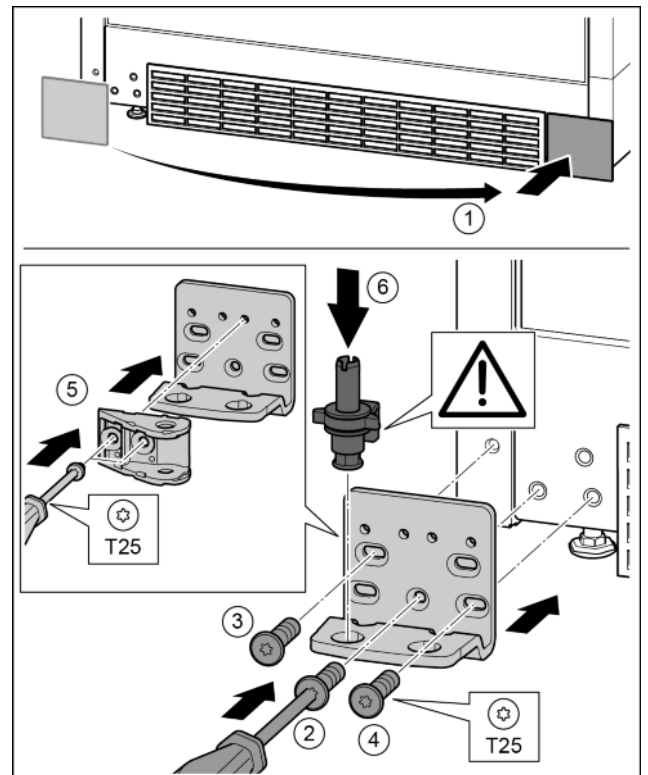

Fig. 36
- ▶ Asportare la copertura e applicarla sull'altro lato. Fig. 36 (1)
- ▶ Applicare il blocco di supporto sull'altro lato e avvitare con un cacciavite T25. Iniziare dalla vite 2 centrale in basso. Fig. 36 (2)
- ▶ Serrare la vite 3 e 4. Fig. 36 (3, 4)
- ▶ Ruotare il collegamento dell'ammortizzatore di chiusura di 180°. Sull'altro lato del blocco di supporto avvitare con un cacciavite T25. Fig. 36 (5)
- ▶ Inserire completamente il perno di supporto. Prestare attenzione che l'arresto sia rivolto verso il lato posteriore. Fig. 36 (6)